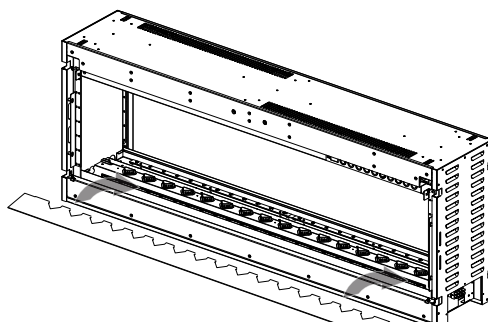

Fig. 4-8
- D. Installez le plateau à média. Assurez-vous de NE RÉINSTALLER PAS les vis parce-qu'elles peuvent faire plier le plateau à média lorsqu'il est chauffé (**Fig. 4-8**).